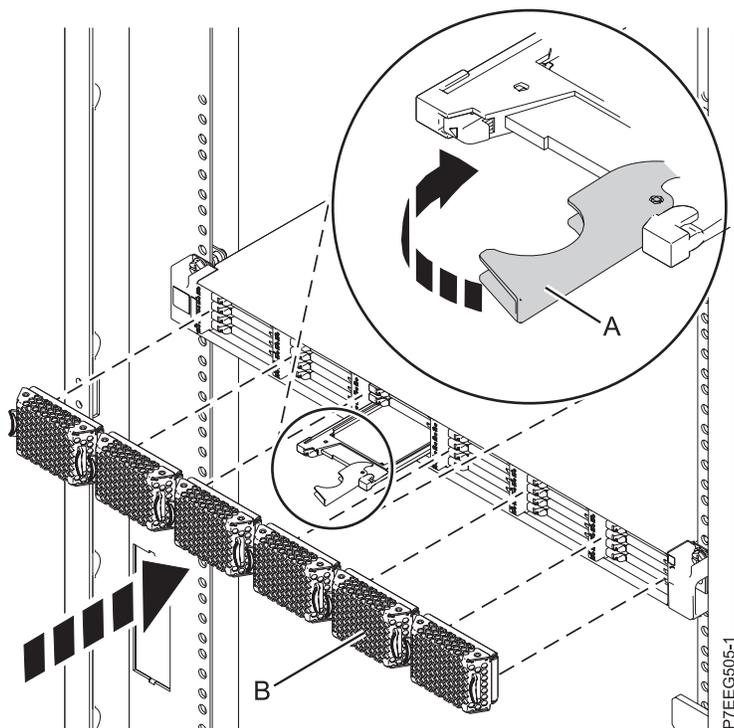

図 22. EDR1 PCIe ストレージ・エンクロージャーにおけるソリッド・ステート・ドライブの取り替え
3. 図 22 に示すように、ハンドル (A) をロック位置まで回転させます。
4. ベゼル (B) を取り付けます。